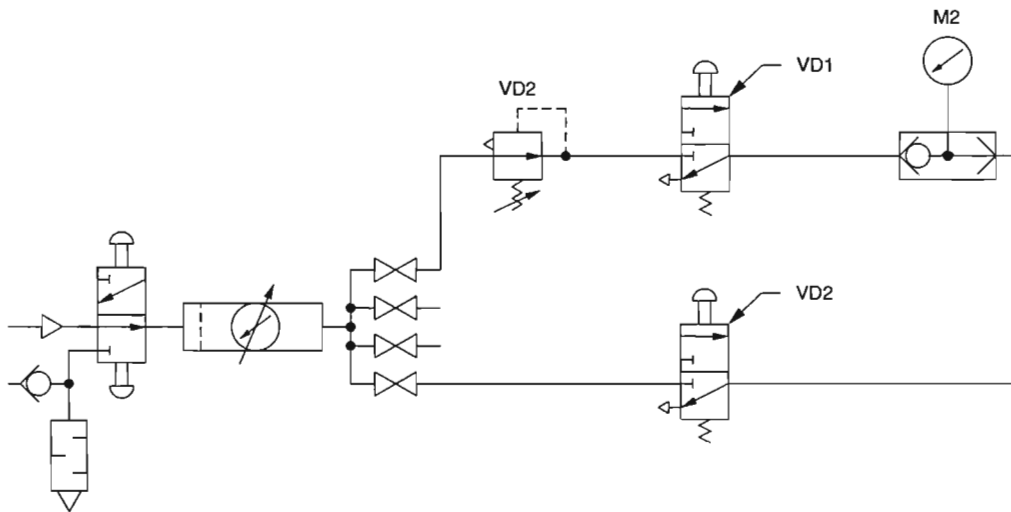

Figura 2-24. Diagrama esquemático del circuito de la válvula de charnela.
- ☐ 1. Conecte el circuito de la válvula de charnela mostrado en la figura 2-24.